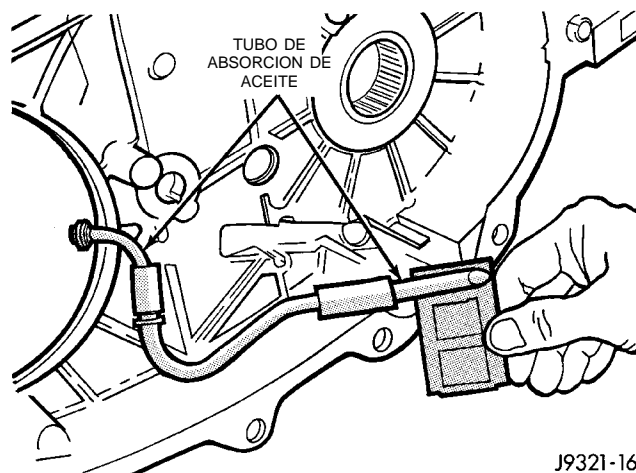

Fig. 27 Desmontaje del tubo de absorción de aceite
(5) Retire el tubo de absorción de aceite de la caja trasera (Fig. 27).